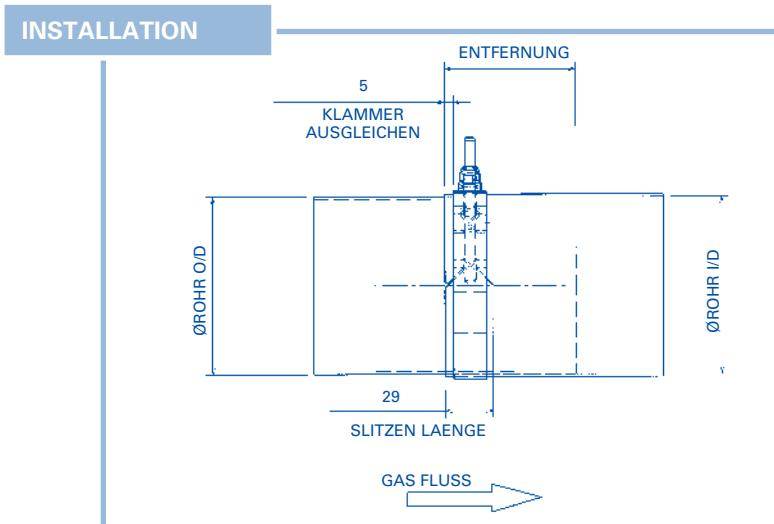

Abbildung 1: Anforderungen an AD/ID-Verbindungen
3.4 Alle AD>ID-Verbindungen müssen gemäß Abbildung 1 installiert werden, dabei beträgt der Nennabstand 65 mm (mindestens 50 mm).